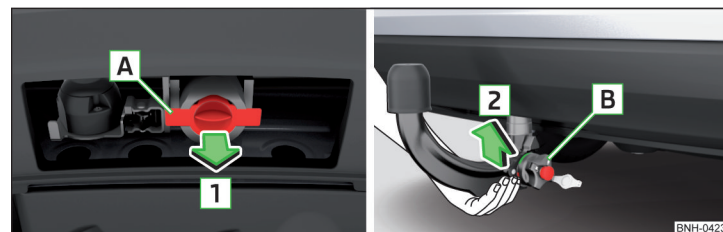

Fig. 214 Extraer la caperuza protectora de la cavidad de alojamiento / colocar la barra de cabeza esférica
- Para la **preparación de la instalación**, retirar la tapa para la cavidad de alojamiento **A** en el sentido de la flecha **1** » fig. 214.
- Para la **instalación**, agarrar la barra de cabeza esférica **desde abajo** » fig. 214.
Después de la desinstalación de la barra de cabeza esférica colocar la caperuza protectora de la cavidad de alojamiento **A** contra el sentido de la flecha **1** » fig. 214 de la pág. 189.